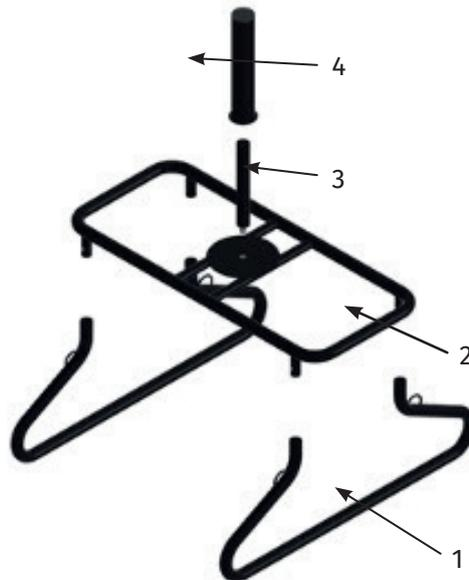

Abbildung 1 Explosionsdarstellung
Stecken Sie die Kufen (1) wie auf der Abbildung 1 gezeigt auf das Grundgerüst (2). Verschrauben Sie nun die Scheibenaufnahme (3) mit dem Grundgerüst (2), wie auf Abbildung 2 dargestellt. Je nach Innendurchmesser Ihrer Hantelscheiben können Sie bei Bedarf noch den mitgelieferten Adapter über die Scheibenaufnahme stecken.